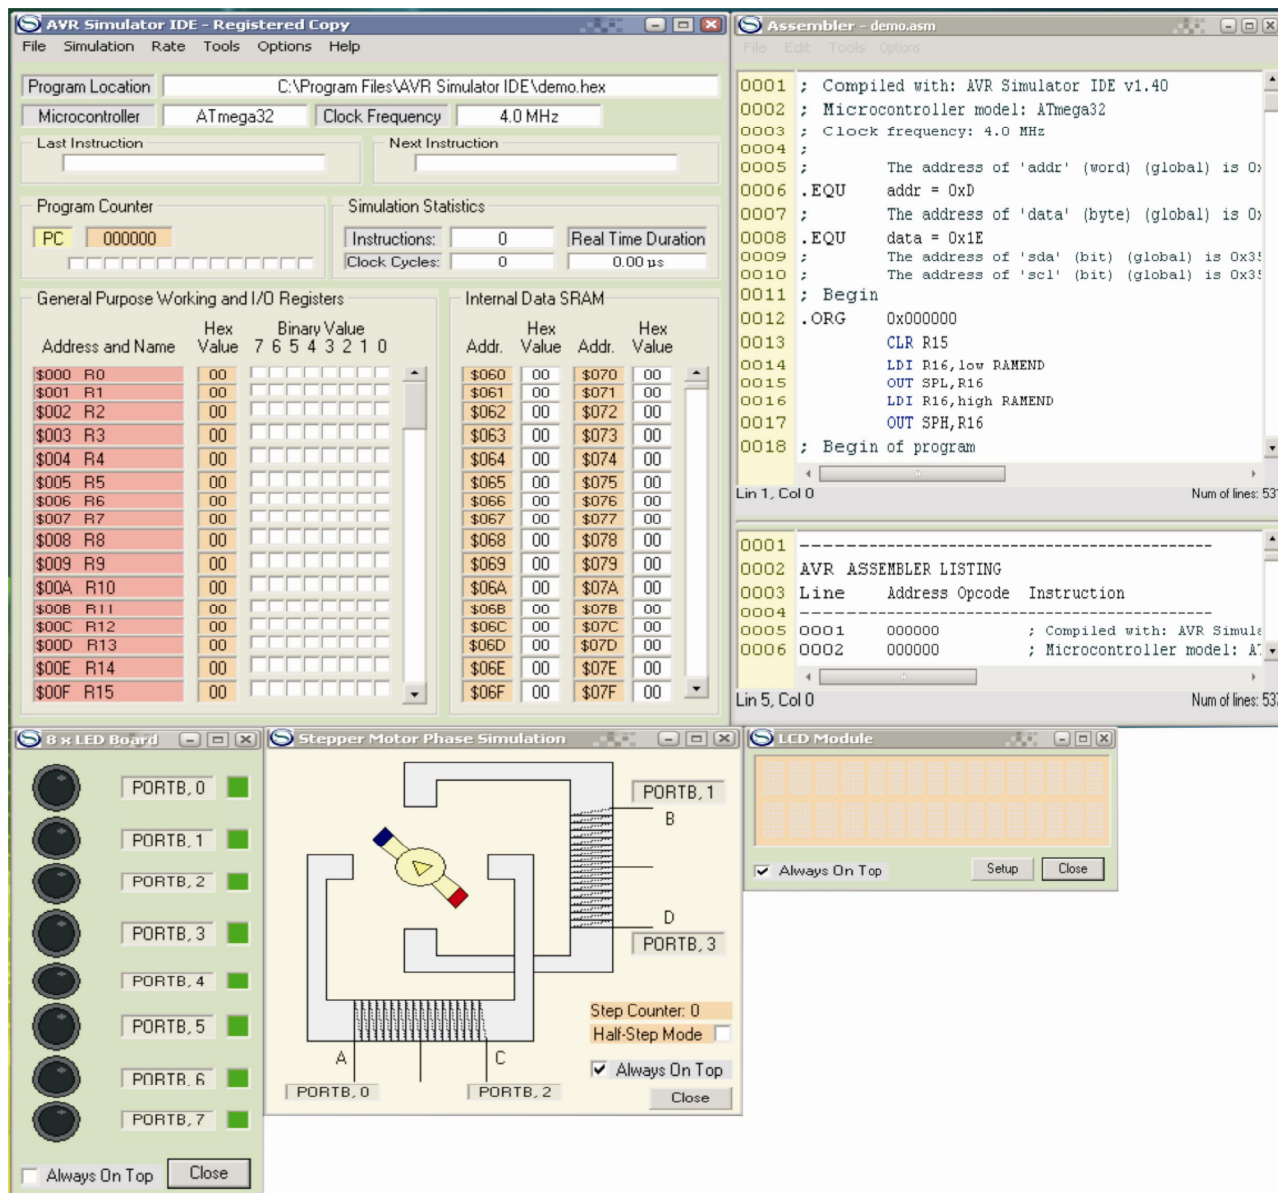

Рис. 5 Вигляд симулятора з завантаженою програмою, вікном LCD Module, вікном з дисплеєм 8xLED Board та вікном Stepper Motor Phase Simulation
12. Натиснути Tools | Stepper Motor Phase Simulation (відкриється вікно симулятором уніполярного крокового двигуна) (рис. 5);